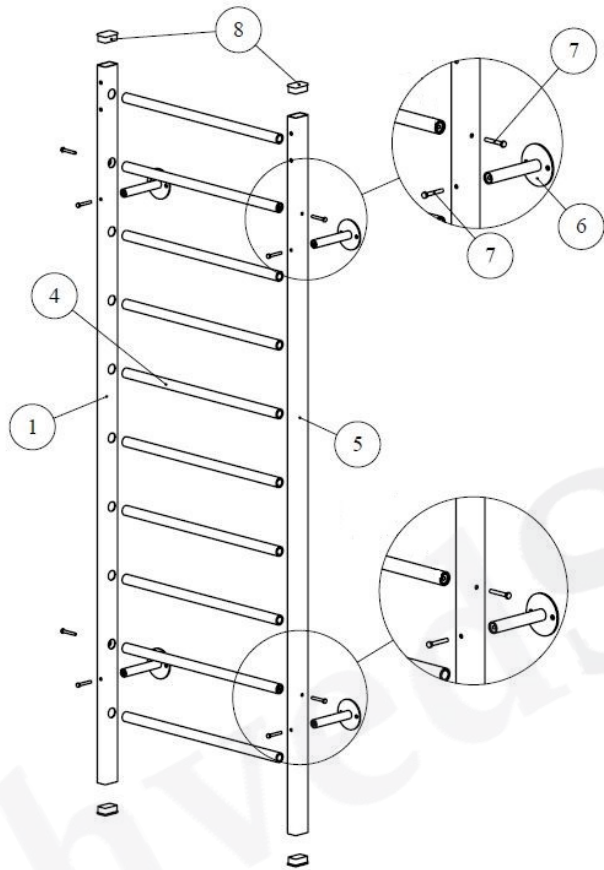

Рис.1
- 7.1 Собрать и установить изделие согласно рис. 1